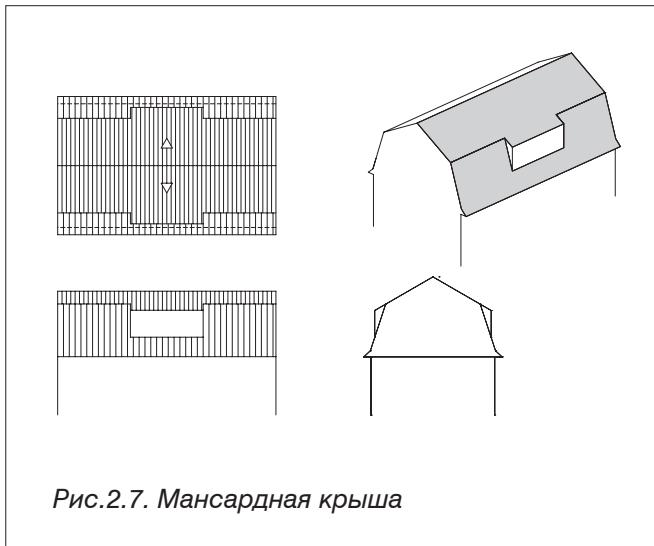

Рис.2.7. Мансардная крыша
- **Мансардная крыша** (рис.2.7.) выполняется со скатами различных уклонов: нижние – более крутые, верхние – более пологие.